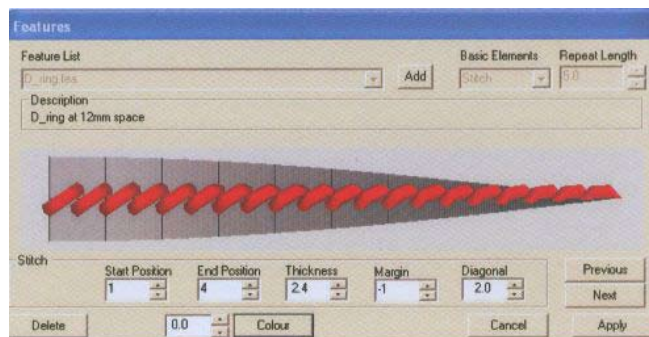

Рис. 92
- Нажмите **Edit**, чтобы редактировать выбранный элемент (рис. 92).